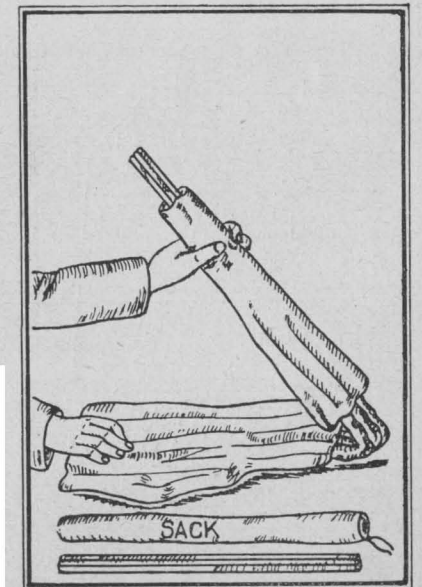

Abb. 15. Drachen
Bei Windstärken von 6 m/sec bis 8 m/sec und mehr wird der Ballon ins Wasser gedrückt und somit die Antenne wirkungslos. Deshalb ist ein Drachen im Antennenbehälter mitgegeben, der vom Schlauchboot aus gestartet werden muß. Der Drachen, ein Kastendrachen mit angesetzten Seitenflächen (siehe Bild 15 bis 19), ist mit imprägniertem Stoff bespannt. Bei kurzem Eintauchen ins Wasser wird der Stoff nur wenig benetzt. Der Drachen kann gleich wieder steigen. Bei längerem Verweilen im Wasser und bei Dauerregen läßt die Imprägnierung nach. Dann ist es notwendig, den Drachen etwas zu trocknen, bevor man ihn wieder steigen läßt.
- b) Drachen auseinanderbreiten (s. Abb. 15).